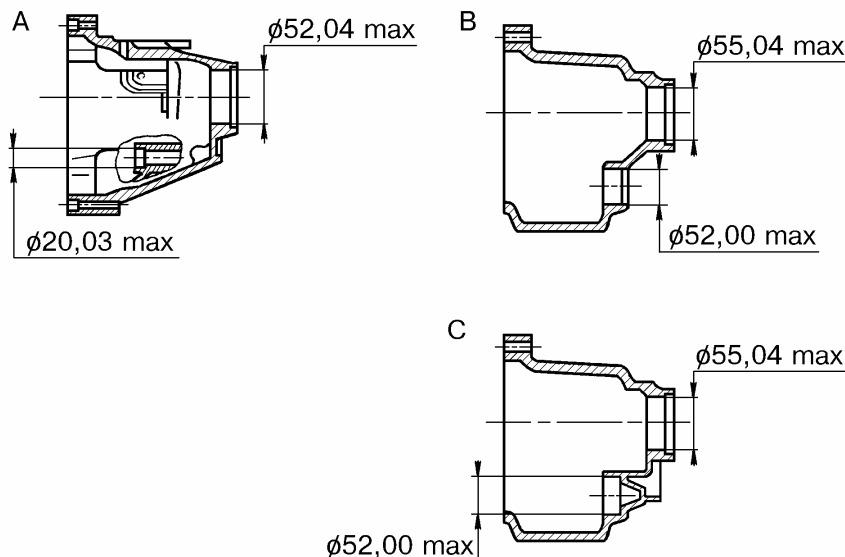

Рис.35. Крышка КП задняя:
4.2.3 Крышка КП задняя - 2103-1702015 рис.35 (А).
4.2.4 Крышка КП задняя - 2107-1702015, рис.35 (В), 2112-1702015, рис.35 (С).